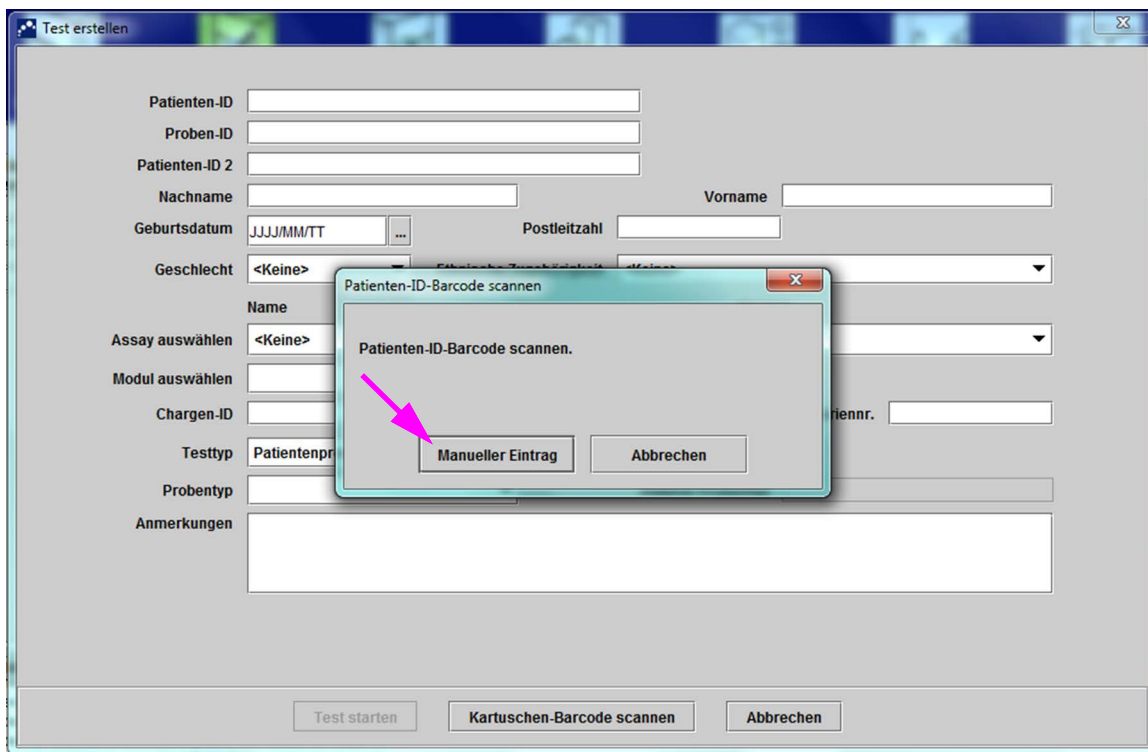

Abbildung 5-19. Fenster „Test erstellen“ mit Dialogfeld „Patienten-ID-Barcode scannen“
1. Klicken Sie im GeneXpert Dx System-Fenster in der Menüleiste auf **Test erstellen**. Daraufhin wird das Dialogfeld „Patienten-ID-Barcode scannen“ angezeigt. Siehe Abbildung 5-19.